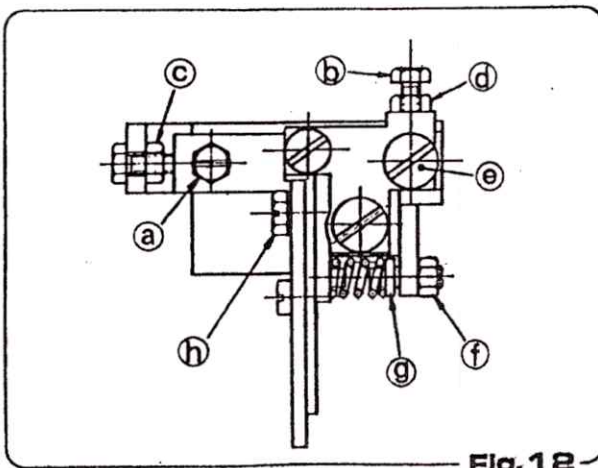

Fig. 12
- 1) Um die obere und untere Klinge überschneidend einzustellen, bewegen Sie die obere Klinge von Hand. Hierzu schließen Sie erst die Luftzufuhr. Vor dem Absenken der oberen Klinge lösen Sie die Schrauben a und b sowie die Muttern c und d (Bild 12).
Falls die Messer an der Vorderseite nicht schneiden sollten, ist die Einstellung, wie unter 1) beschrieben, nicht zufriedenstellend. Wiederholen Sie Prozedur 1) und stellen Sie sicher, daß die Messer sich an der Vorderkante berühren. Falls die untere Klinge wegdrehen will ohne zu schneiden, lösen Sie die Mutter f und verstärken Sie den Federdruck, indem Sie die Schraube g im Uhrzeigersinn drehen. (Bild 12)